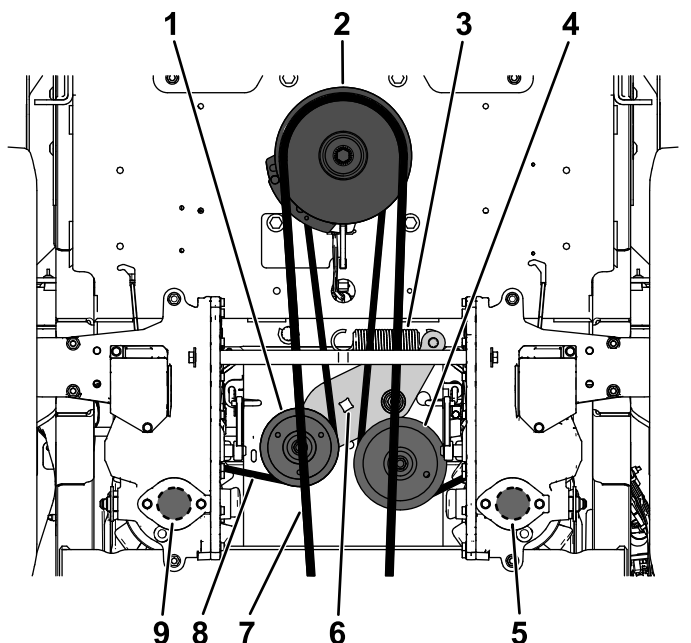

Figura 67
5. Utilice una llave de carraca de $\frac{1}{2}$ " o similar en uno de los orificios cuadrados del brazo tensor para aliviar la tensión del muelle tensor (Figura 67).
6. Retire la correa existente de la polea tensora, de las 2 poleas de transmisión de la bomba hidráulica y de la polea del motor (Figura 67).
7. Instale la correa nueva alrededor de la polea tensora, la polea del motor y de las 2 poleas de la bomba hidráulica (Figura 67).